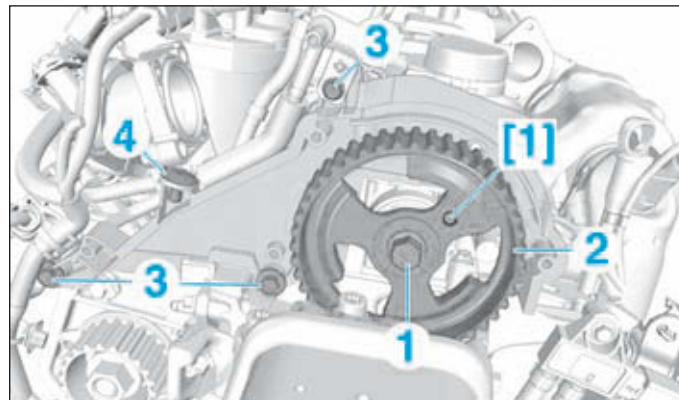
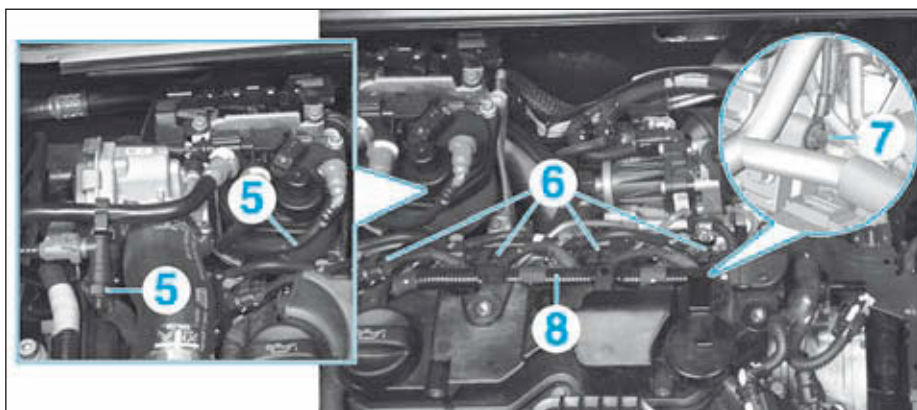
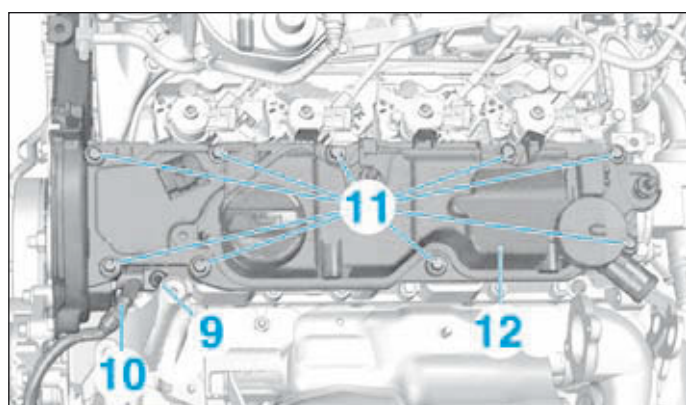
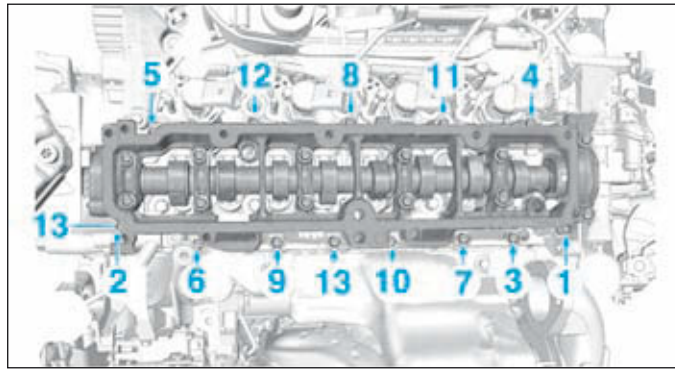

FIG.76
FIG.77
FIG.78
FIG.83
- Déposer l'outil [1] (Fig.76).
- Bloquer la roue dentée d'arbre à cames à l'aide de l'outil [2] et déposer la vis (1).
- la roue dentée d'arbre à cames (2),
- les vis (3),
- l'agrafe (4).
- Débrancher et dégrafer les canalisations de retour de carburant (5) (Fig.77).
- Débrancher les connecteurs (6).
- Déposer la vis (7).
- Dégrafer et écarter le faisceau (8).
- Déposer la vis (9) et écarter le capteur de position d'arbre à cames (10) (Fig.78).
- Déposer les vis (11) et le couvre-culasse (12).
- Vérifier la bonne position de l'outil [1] (Fig.76).
- Déposer, dans l'ordre préconisé, les vis (13) du carter paliers d'arbre à cames (Fig.83).